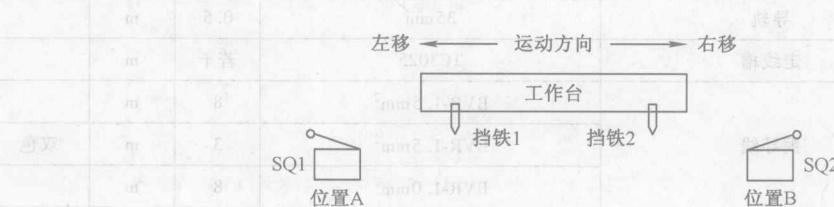

图 1-1 工作台自动往返工作示意图
- (1) 起停控制 按下左移按钮 SB1，工作台左移；按下右移按钮 SB2，工作台右移；按下停止按钮 SB3，系统停止工作。
- (2) 往返控制 如图 1-1 所示，工作台在位置 A 和位置 B 之间做自动往返运动。当工作台左移到位置 A 时，行程开关 SQ1 动作，工作台右移；当工作台右移至位置 B 时，行程开关 SQ2 动作，工作台左移。
- (3) 保护措施 系统具有必要的短路保护和过载保护措施。